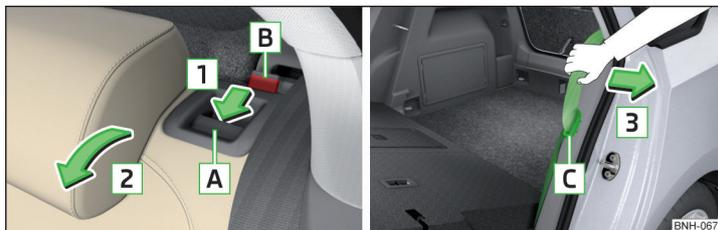

Fig. 56 Abatir el respaldo / Posición de reserva del cinturón de seguridad
- Introduzca la lengüeta de cierre del cinturón de seguridad **C** en el orificio situado en el revestimiento lateral del vehículo. Posición de reserva » fig. 56.
- Tirar el cinturón de seguridad externo hacia el revestimiento lateral en el sentido de la flecha **3** » fig. 56.